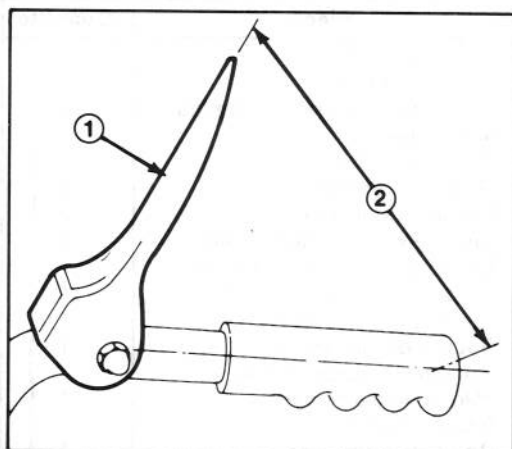

Figure 4
5. Tirez doucement la machine vers l'arrière tout en comprimant lentement le levier de commande de traction vers le mancheron. Le réglage est correct lorsque les roues s'arrêtent de tourner et la distance entre le haut du levier de commande et le centre du mancheron est de 4,5 pouces (11.5 cm) (Fig. 4).